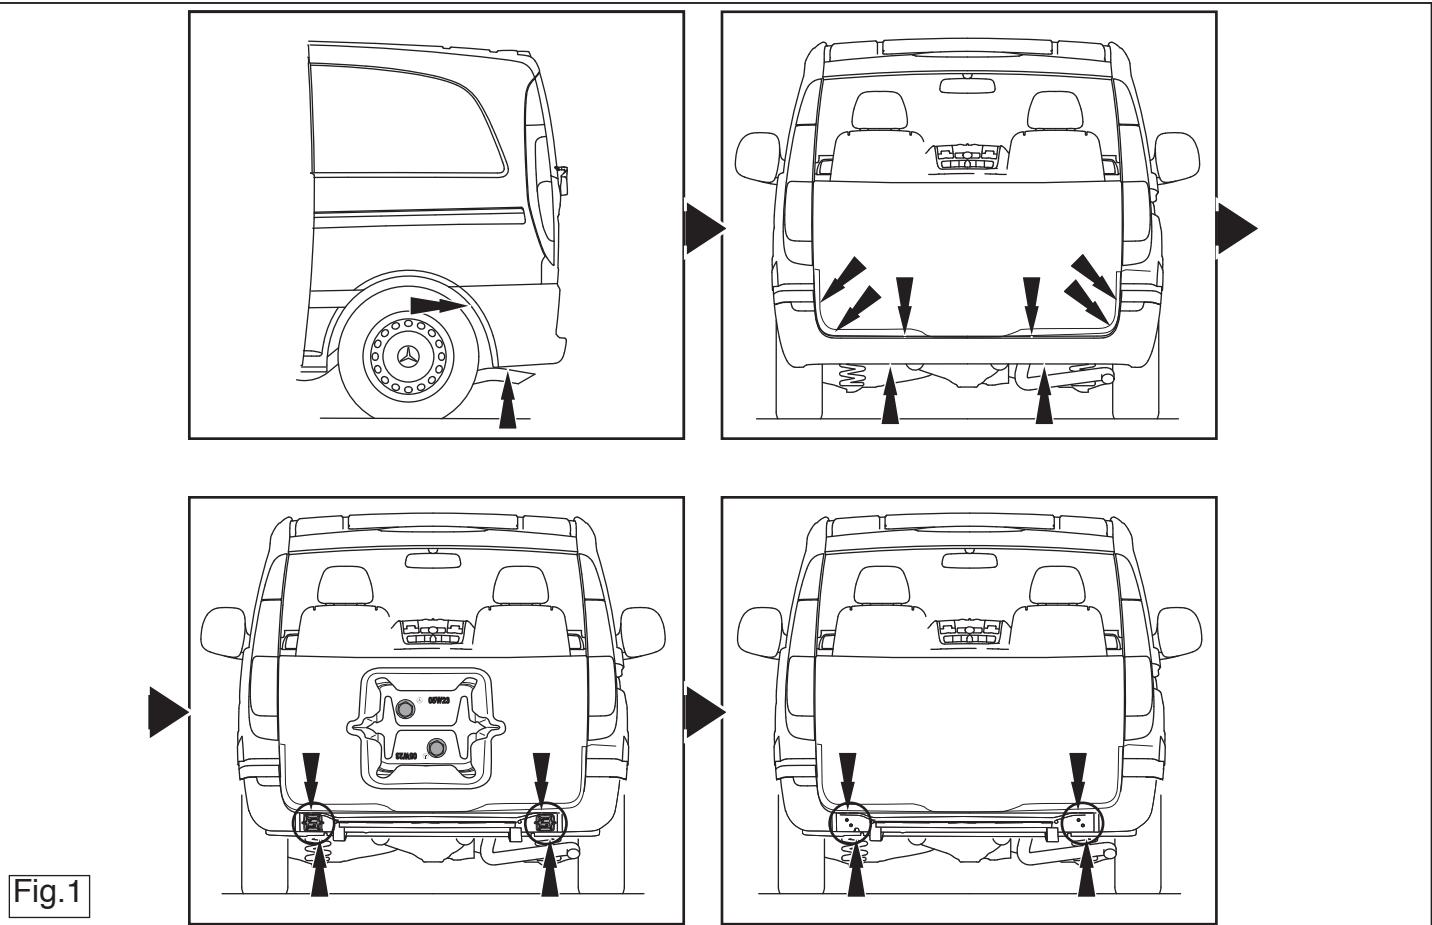

Fig.1
2. Remove the bumper (See figure 1).
4. Dismount the metal cover panels LH and RH side in the position of the frame members. These are fixed with 4 bolts. The cover panels will no longer be used (See figure 1).
2. Die Stoßstange abmontieren (Siehe Abbildung 1).
4. Die metallabdeckkappen links und rechts im Bereich des Chassisrahmes demonstrieren. Diese sind mit 4 Schrauben befestigt. Die Schrauben wieder anbringen. Die Abdeckkappen werden nicht mehr benötigt (Siehe Abbildung 1).
2. Démonter le pare-chocs (Voir la figure 1).
4. Démonter les panneaux de couverture métallique à gauche et à droite au niveau des longerons du châssis. Ils sont fixés avec 4 boulons. Replacer les boulons. Les panneaux de couverture métallique ne seront pas remontés (Voir la figure 1).
- Demonter kofangeren (Se fig. 1).